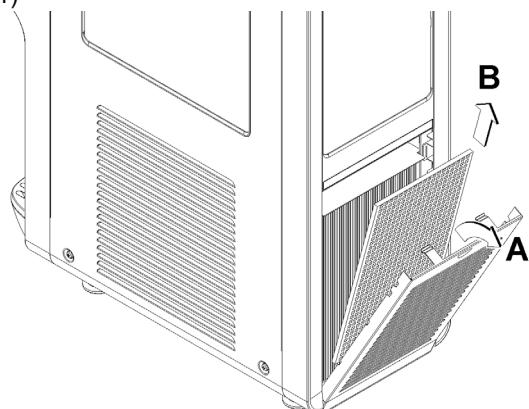

Bild 31
- 4 Monatlich:** Den auf dem Kondensatorfilter auf der Rückseite der Maschine angesammelten Staub entfernen .(Bild 31)